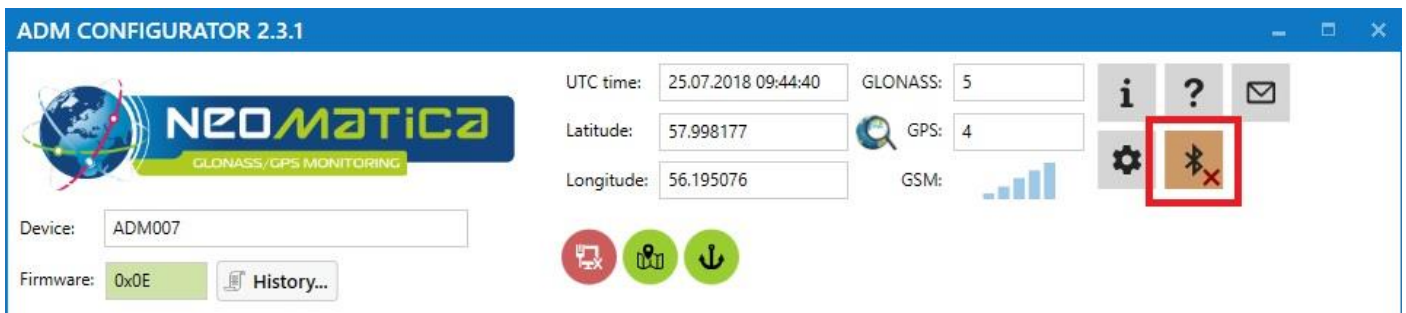

Figura 6 – Configurator ADM: “botón de apagado del dispositivo”
- 7) después de configurar el dispositivo o, si se requiere la conexión de otro rastreador, haga clic en "disable device" en la esquina superior derecha del Configurador ADM. El Configurador ADM entrará en modo de espera como se muestra en la Figura 6.